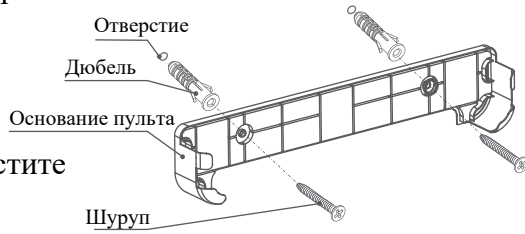

Рисунок 3
- 1. Совместите отверстия для крепления основания пульта, просверлите два отверстия Ø6 мм в стене и вставьте дюбели. (см. рис. 3)
- 2. Установите основание пульта и закрепите его шурупами. (см. рис. 3)